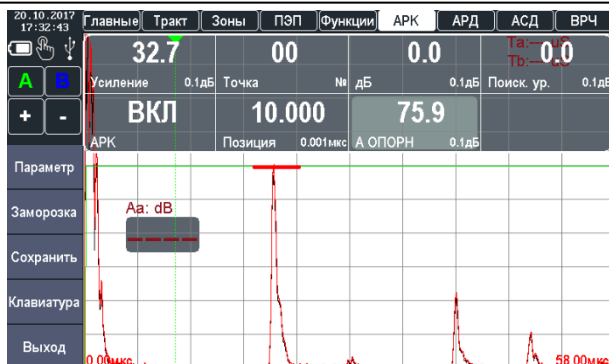

Рисунок 2.44 – Установка опорного сигнала для режима АРК
7. Амплитуду опорного сигнала «А ОПОРН.» установить, как максимальную от первого отражателя (рис. 2.44).